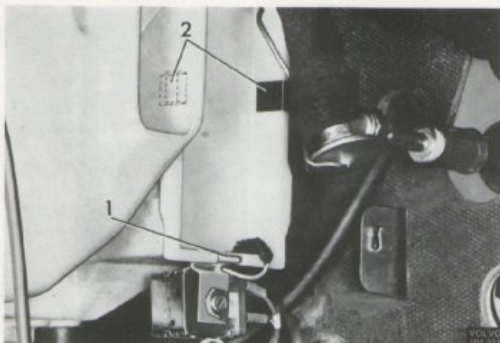

Bild 78. Demontering av förångarlock
4. Lossa termostats fäste (1 bild 78) från centralenheten, samt de båda klämmorna som håller locket till förångaren.